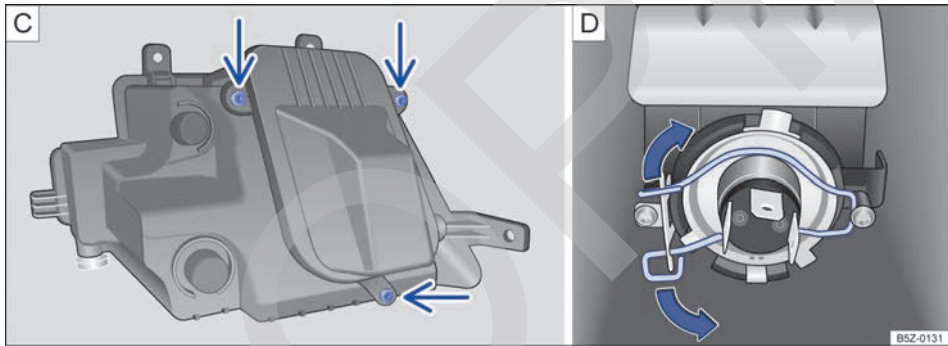

Fig. 175 En el parachoques delantero: **C** retirar los tornillos de la cubierta de la bombilla y **D** bombilla del faro de neblina.
6. Retirar los tornillos indicados por las flechas → fig. 175 C, para acceder a la bombilla del faro de neblina.
8. Comprimir el muelle de bloqueo en el sentido de la flecha y desplazarlo, para desbloquear la bombilla → fig. 175 D. ▶